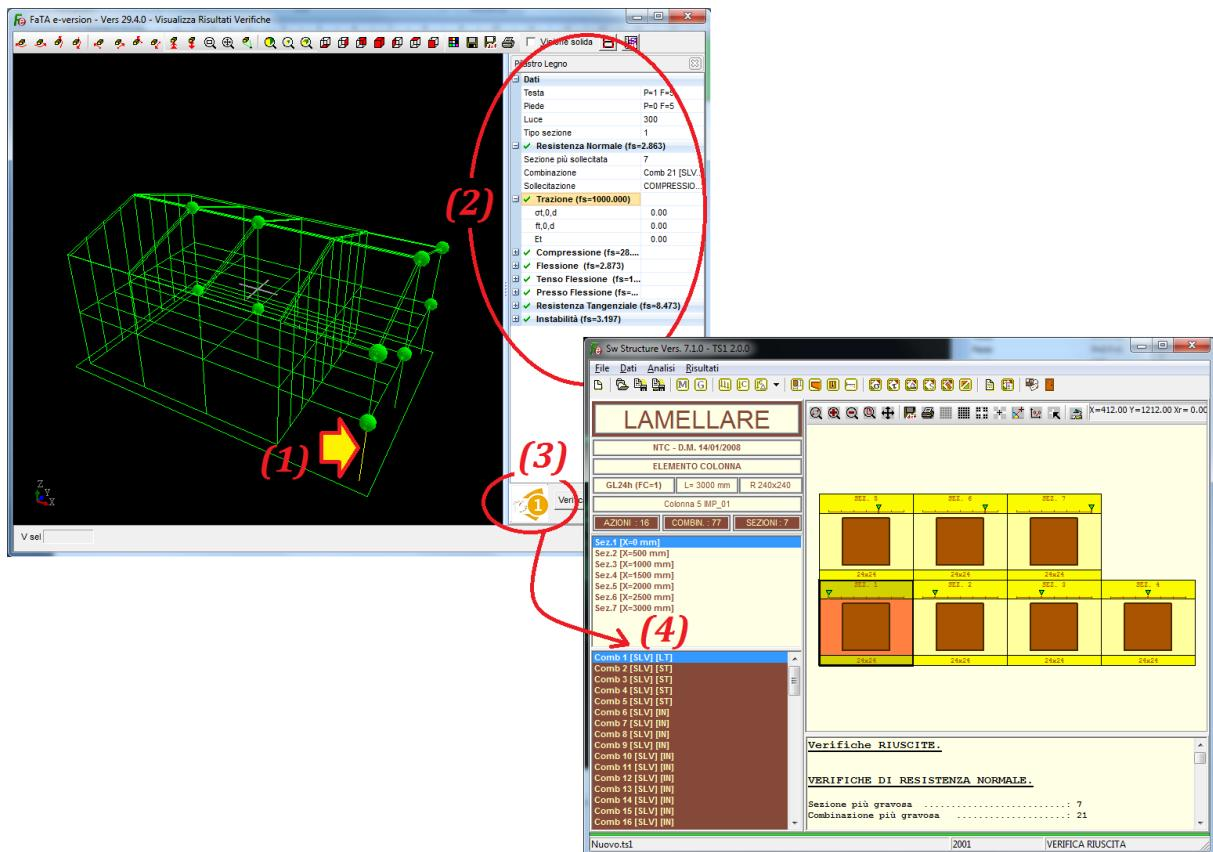

Figura 54
Con riferimento, ad esempio, alla figura 54 selezionando un pilastro del portico in corrispondenza del piano terra (1) verranno contestualmente visualizzati (2) i risultati delle verifiche (con riportato sempre in neretto i relativi coefficienti di sicurezza) mentre cliccando sul pulsante “TS1” (3) verrà eseguito proprio il software “Timber Structure 1” (4), impiegato da FaTA-E nella verifica degli elementi monodimensionali (travi e pilastri) in legno, con riportate tutte le informazioni in input, modellazione e output dell’elemento selezionato. Per uno scrupoloso e corretto utilizzo di TS1 si rimanda alla lettura dell’apposito manuale.